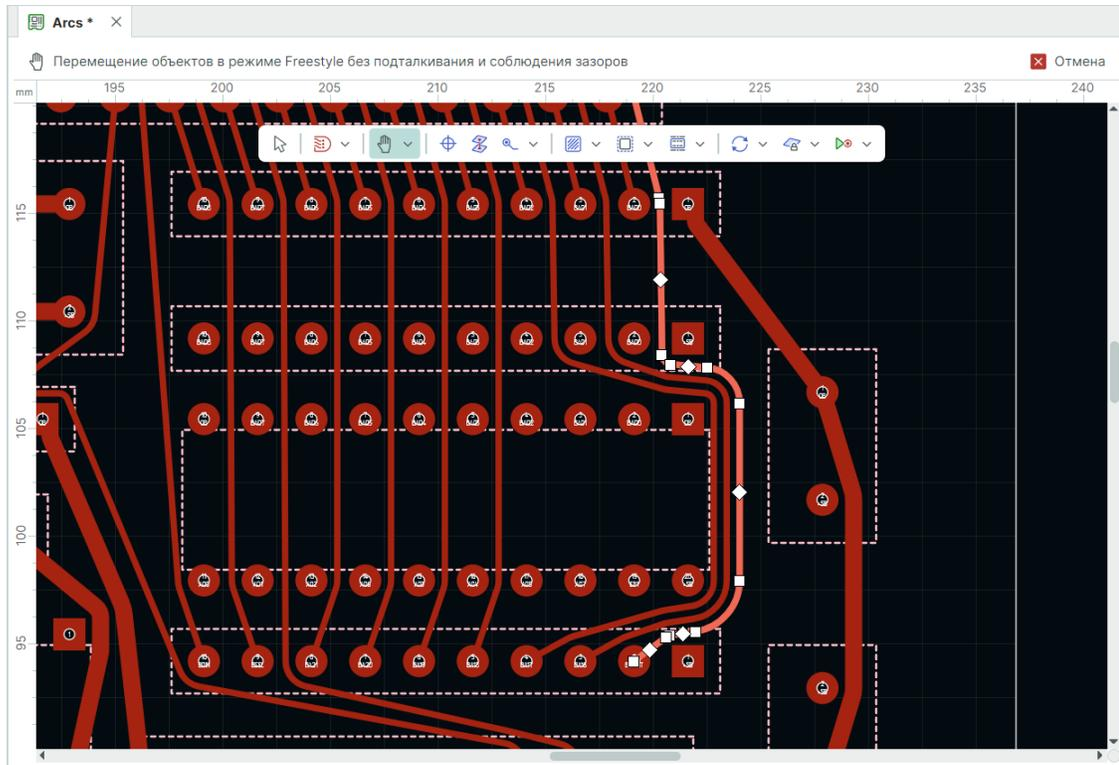

Рис. 405 Выделение проводника в режиме Freestyle
- 1.1. Выделите проводник, см. Рис. 405.